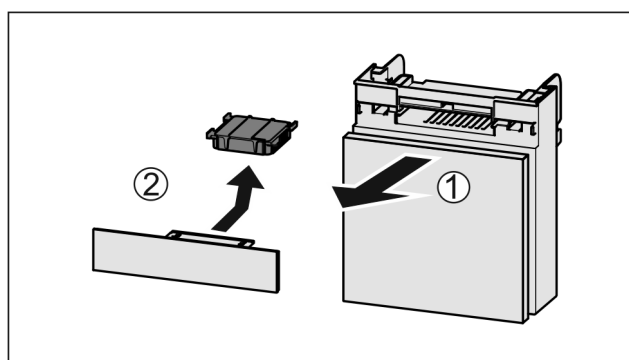

Fig. 36
- ▶ Издърпайте Fig. 36 (1) напред отделението.
- ▶ Извадете Fig. 36 (2) филтъра с активен въглен.